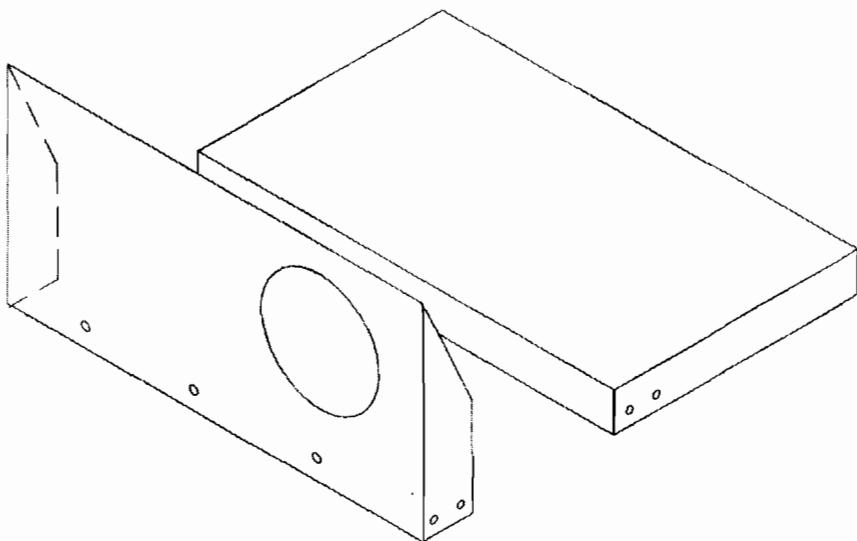

Рис. 3.5. Чертеж для изготовления шасси
- Изготовьте шасси и панель, как показано на рис. 3.5. Разумно будет проделать в панели квадратное отверстие для установки вольтметра до изготовления панели. Вольтметр, который используется, требует квадратного отверстия со стороной 10 см. Другие, более мелкие отверстия могут быть определены по чертежу и просверлены после соединения шасси и панели.